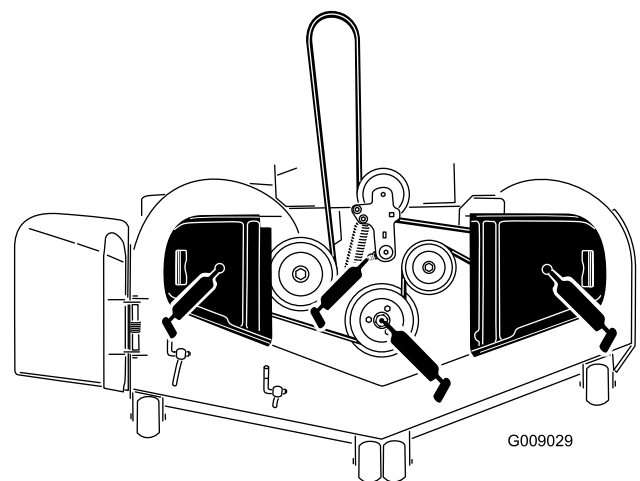

Bild 45
5. Fetten Sie den Drehzapfen der Mähwerkspannscheibe ein, bis Fett unten austritt (Bild 45).
6. Fetten Sie die drei Spindellager ein, bis das Fett aus den unteren Dichtungen austritt (Bild 45).
7. Fetten Sie den Spannarm des Treibriemens ein (Bild 45).